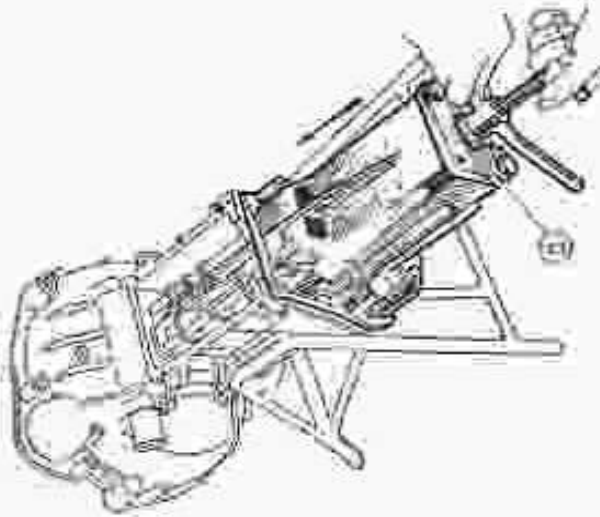

Fig. 82. — Montage du carter arrière.
• Monter à l'arrière le moteur AR en utilisant l'extracteur D muni de son extracteur et serrer les écrous de fixation de 1,70 à 2,3 m.kg. Déposer l'extracteur D (fig. 82).